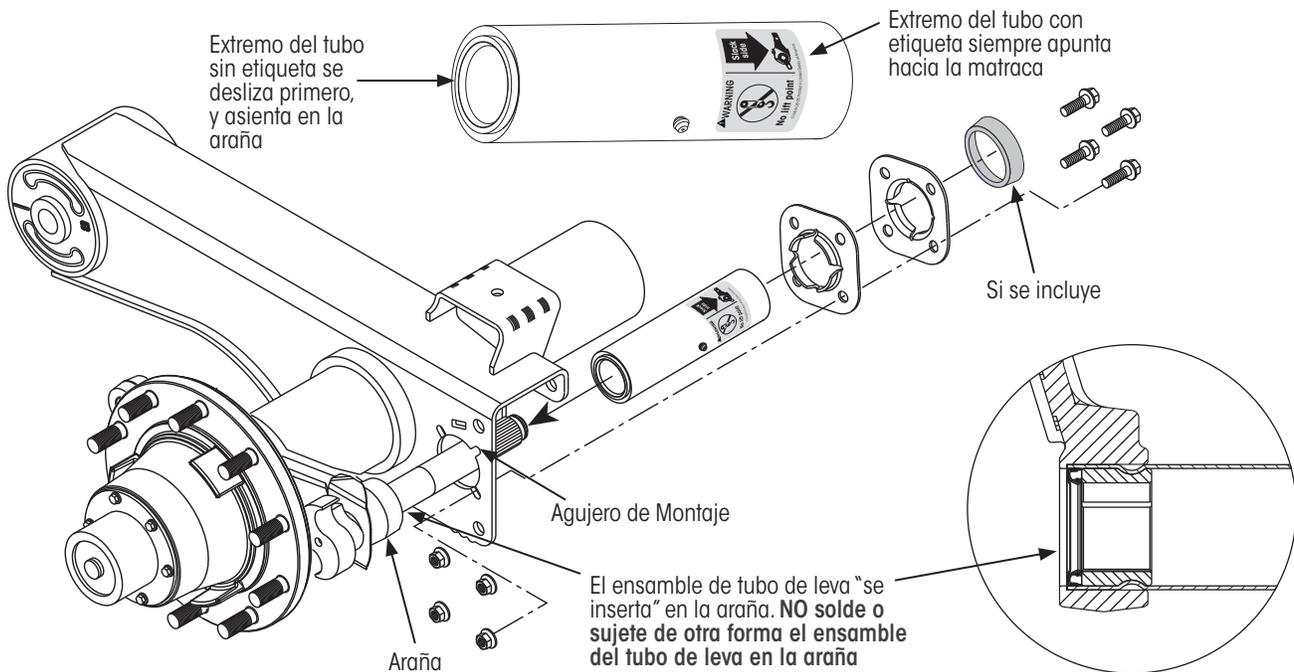

Figura 27: Detalles de orientación e instalación del ensamble del tubo de leva
2. **Oriente** el extremo del tubo de la leva sin etiqueta de modo que primero se coloque en el árbol de levas (Figura 27), en otras palabras, el extremo del tubo de la leva con la etiqueta debe estar más cerca de la matraca.
3. Desde el lado interno de la viga de la suspensión, **deslice** el nuevo ensamble del tubo de la leva en la nueva leva-S, a través del agujero de montaje en la viga de la suspensión y en la araña como se muestra en la Figura 27.